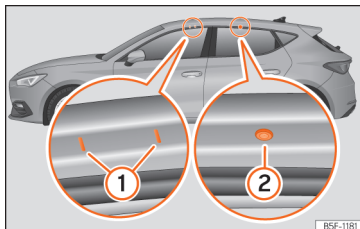

Abb. 142 Befestigungspunkte der Längsträger für den Dachgepäckträger (Leon).
Die vorderen und hinteren Befestigungspunkte ① und ② sind nur bei geöffneten Türen sichtbar » Abb. 142.